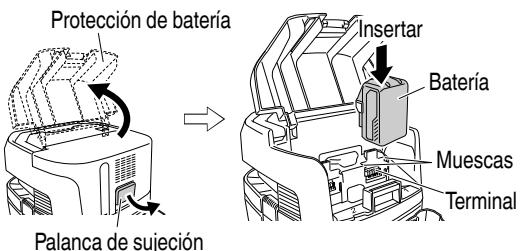

Fig. 9
4. Inserción de la batería (Fig. 9)